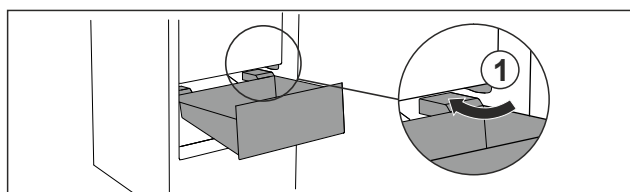

Fig. 85
- Far passare il cassetto intorno ai fermi Fig. 85 (1) inclinandolo.